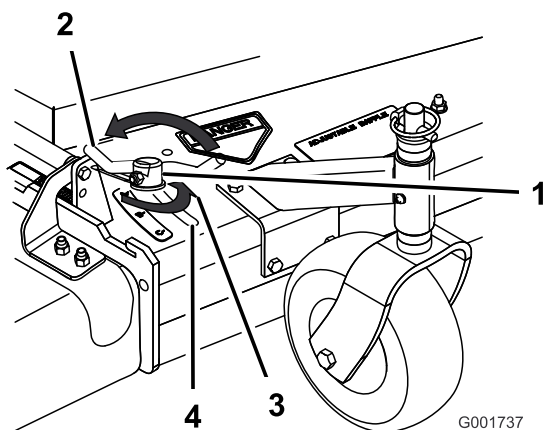

Figure 15
3. Pour régler le verrou à came, soulevez le levier pour desserrer le verrou (Figure 15).
5. Repoussez le levier à sa position d'origine pour serrer le déflecteur et le verrou (Figure 15).